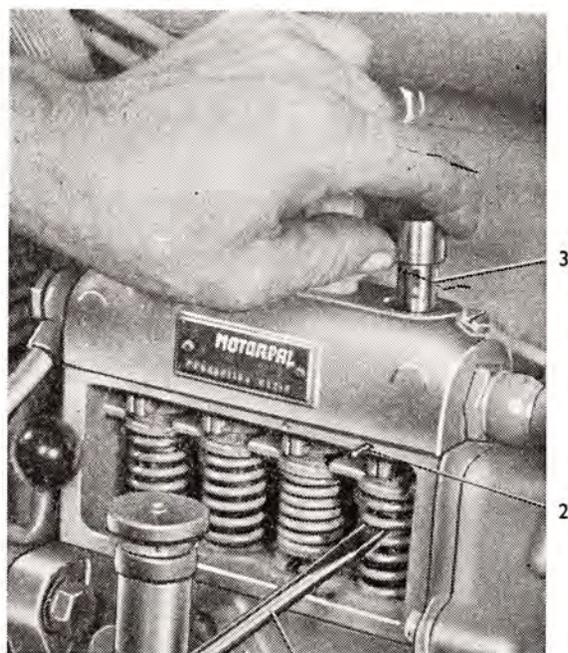
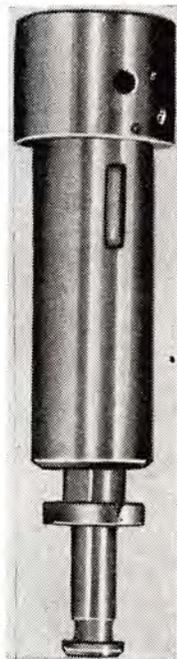
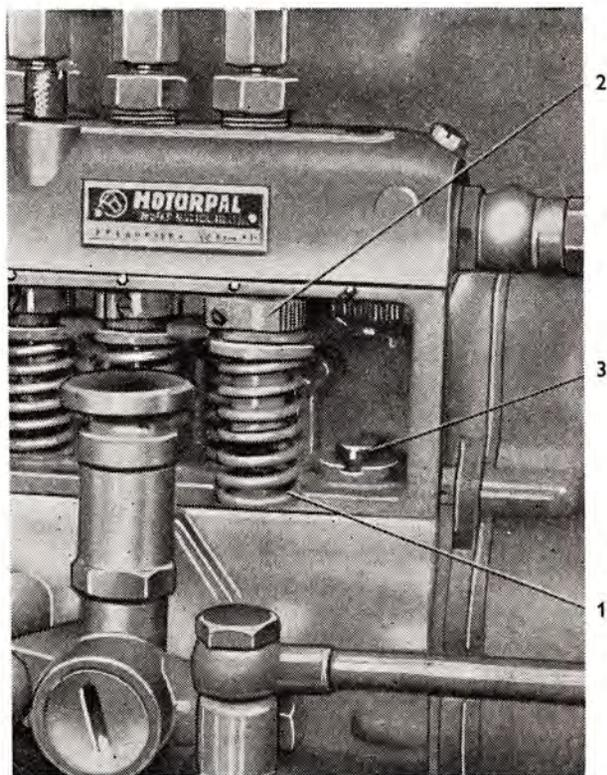
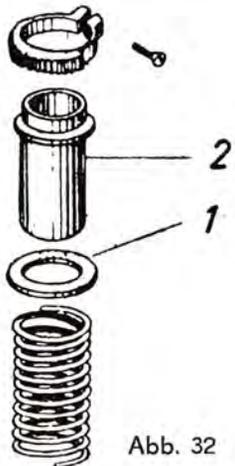

Abb. 29
Abb. 30
Abb. 31
Abb. 32
4. Mit Hilfe einer Vorrichtung oder eines Schraubenziehers (Abb. 29/1), der unter den Kolbenkopf eingelegt wird, ist auf den Kolben zu drücken. Durch Herausdrücken des Kolbens wird der Sicherungsstift (Abb. 29/2) aus der Zylindernut (Abb. 29/3) herausgeschoben und dann kann der Kolben mit Zylinder (Abb. 30) leicht von oben herausgenommen werden.
5. Durch Zusammenpressen und Abdrücken der Kolbenfeder (Abb. 31/1) mit dem oberen Federteller (Abb. 32/1) und der Regelhülse (Abb. 31/2) kann sowohl die Regelhülse als auch die Kolbenfeder leicht herausgenommen werden. Bei dem Herauschieben muss auf die Ausgleichsunterlagscheibe (Abb. 31/3) geachtet werden. Die Feder ist auszuwechseln und die Regelhülse in umgekehrtem Arbeitsvorgang einzubauen. Bei Rückmontage ist darauf zu achten, dass die Regelhülse (Abb. 32/2) gegenüber den anderen Hülsen in richtiger Lage montiert wird. Es ist auch darauf zu achten, dass sich die Zylindernut (Abb. 29/3) genau gegenüber der Öffnung im Sicherungsstift (Abb. 29/2) in der Pumpe befindet und dass sich der Stift in diese Nut leicht einpassen lässt; keine Gewalt darf angewendet werden. Vor der Montage sind die Elemente von Konservierungsfett zu reinigen — Achtung auf Verwechslung von Kolben und Zylinder.
Nach Entfernung des Konservierungsfettes und Durchspülung mittels Kraftstoff muss der Kolben durch Eigengewicht in den Zylinder (Abb. 30) einfallen.